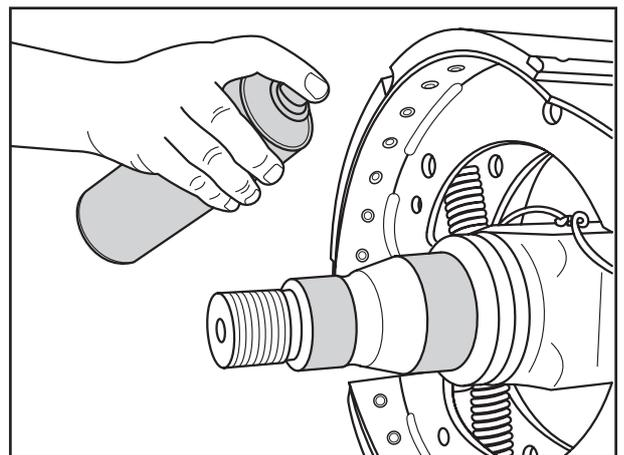

Fig. 35
- [30] Lagersitze des Achsschenkels reinigen und rundum mit BPW ECO Assembly and Protection Spray einsprühen, siehe ECOPlus Seite 4-12 Bild 35.
- [30] Clean the bearing seats of the axle stub. Spray with BPW ECO Assembly and Protection Spray, see ECOPlus page 4-12 fig. 35.
- [30] Nettoyer les supports de palier de la fusée d'essieu et vaporiser sur ceux-ci du Spray BPW A&P (Assembly and Protection Spray), voir ECOPlus page 4-12 fig. 35.